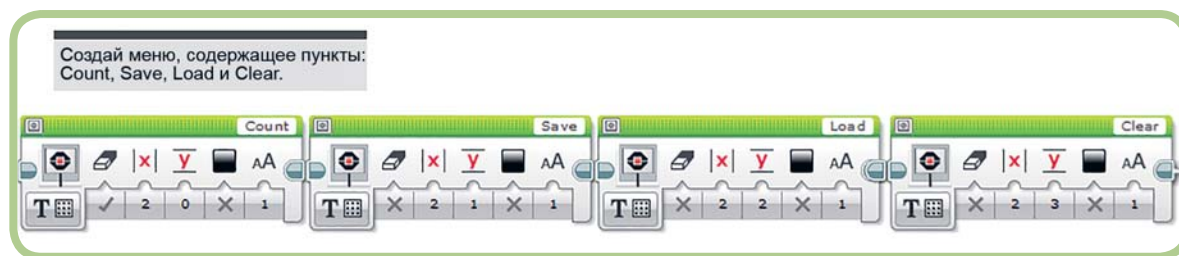

Рис. 16.11. Программа *CreateMenu\_CCBuilder*
Прежде чем писать код для управления меню, необходимо отобразить его пункты. Эту задачу решим, используя контейнер **CreateMenu\_CC**. На рис. 16.11 показана программа *CreateMenu\_CCBuilder*, на основе которой можно создать этот контейнер. Каждым блоком **Экран (Display)** отображается один из пунктов меню на отдельной строке, начиная с нулевой (самой верхней строки экрана). Для параметра **Столбец (Column)** в каждом блоке задано значение 2 для того, чтобы осталось место для маркера выделения (>) и пробела. Для параметра **Очистить экран (Clear Screen)** первого блока задано значение **Истина (True)**, чтобы очистить экран модуля перед отображением меню. В остальных блоках для данного параметра задано значение **Ложь (False)**.
1. Создай новую программу под названием *CreateMenu\_CCBuilder* и добавь в нее блоки, в соответствии с рис. 16.11.